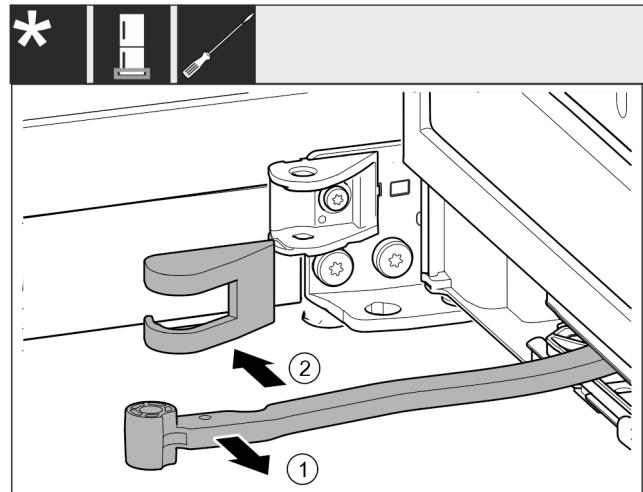

Fig. 16
- Otočte kloub směrem ke dveřím. Fig. 16 (1)
► Sejměte kryt stojanu ložiska. Fig. 16 (2)